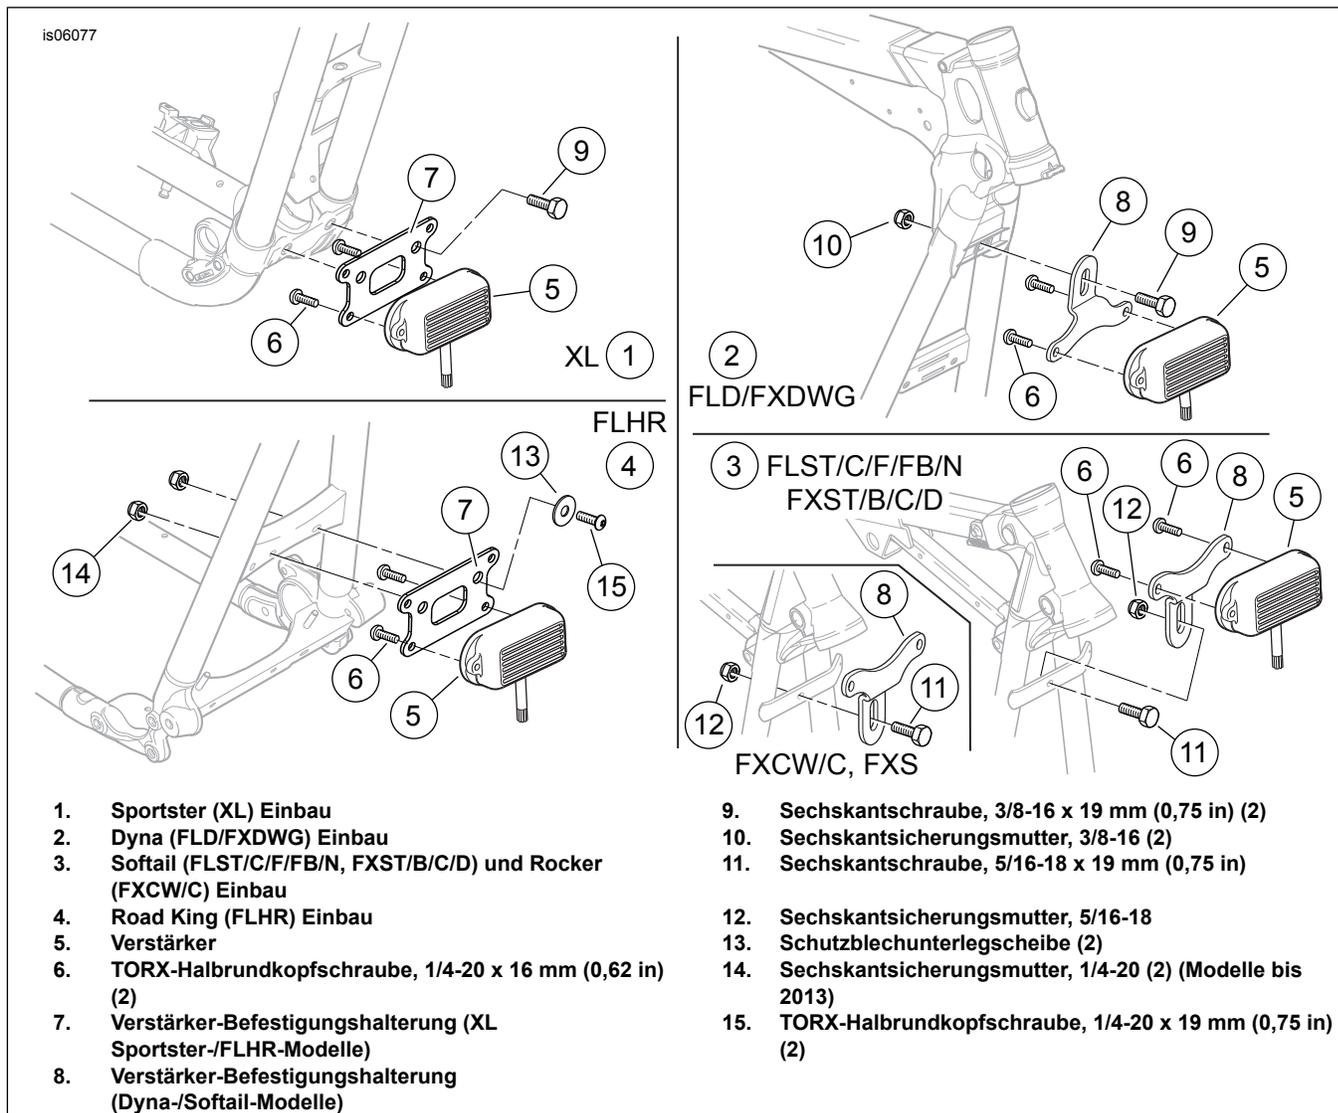

Abbildung 1. Einbau des Verstärkers und der Halterung
2. Siehe Abbildung 1. Den Verstärker (5, Teil der Kabelbaugruppe) mit den Schrauben (6) an der Halterung befestigen und auf folgendes Drehmoment anziehen: 7,4 N·m (65 in-lbs).
4. Siehe Abbildung 1. Den Verstärker und die Halterung zwischen den vorderen Rahmenrohren wie dargestellt am Rahmenquerträger befestigen.